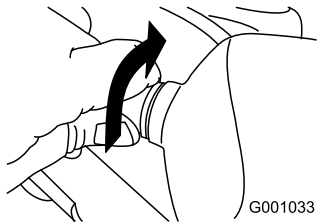

Рисунок 62
2. Поверните цоколь лампы против часовой стрелки до упора (Рисунок 62).